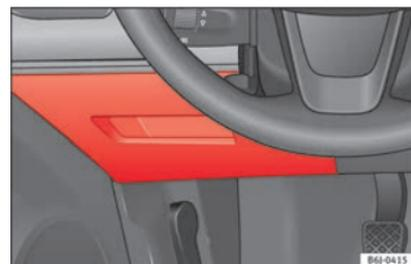

Fig. 39
- Ouverture : retirez le cache de la boîte à fusibles » » **fig. 39**.